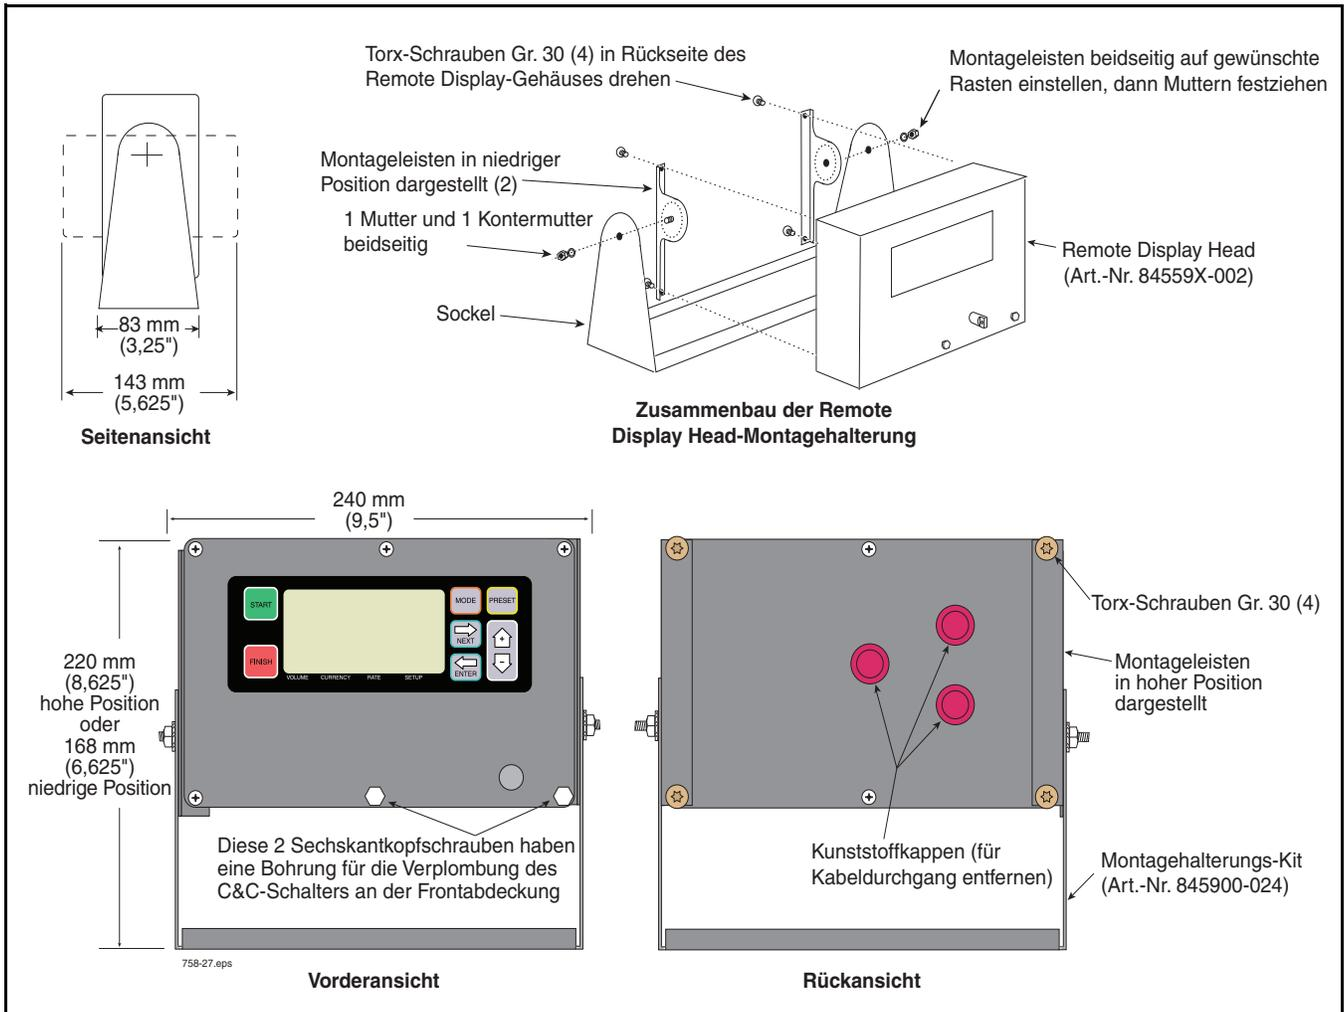
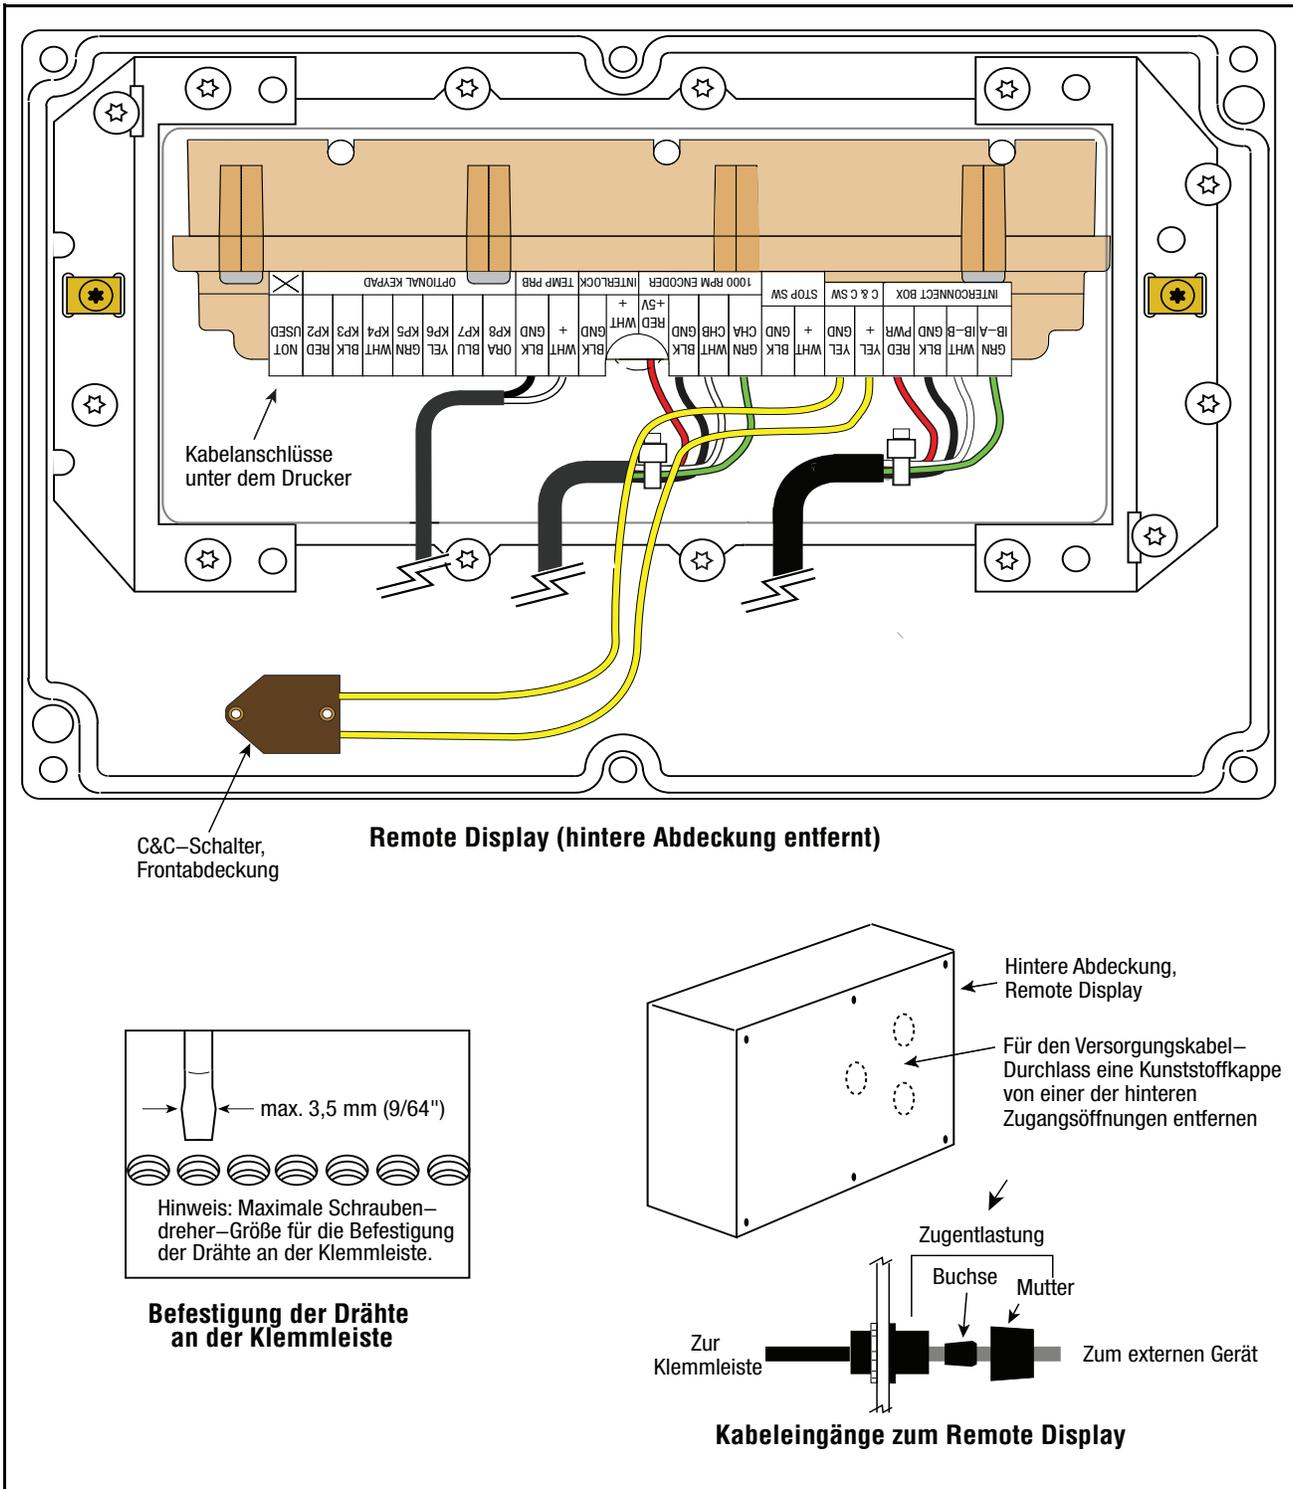

Abbildung 33. Remote Display-Einheit
Abbildung 34. Remote Display-Anschlüsse (hintere Abdeckung abgenommen)
Abbildung 33 zeigt die Remote Display-Einheit und Abbildung 34 zeigt, wie das Display an der IB angeschlossen wird. Sie können das Display an einer Seitenverkleidung oder dem Armaturenbrett eines LKW, an einer Wand in einem Gebäude oder außen in explosionsgefährdeten Bereichen anbringen. Zur Befestigung der optionalen Halterung an der Montagefläche müssen Sie geeignete Befestigungselemente in einige beliebige Löcher der Grundplatte der Halterung einsetzen. Zum Einstellen des Display-Winkels lockern Sie die seitlichen Schrauben und schwenken Sie die Einheit in die gewünschte Position.
Schließen Sie das Remote Display unter Beachtung der zuvor beschriebenen Sicherheitsmaßnahmen für die Verkabelung/Kabelführung (page 25) des am Zähler montierten Display Head mit der IB. Die Kabelanschlüsse am Remote Display sind in Abbildung 34 dargestellt. Bringen Sie optionale Zugentlastungsbuchsen für die Kabeldurchführung an der Rückseite des Remote Display an. Die Kabelanschlüsse an der IB sind identisch mit den Klemmen an der nicht belegten Anschlussleiste des Display Head.
2. Ein C&C Standard-Frontblendenschalter für den Remote Display Head (siehe Abbildung 34 auf Seite 43).